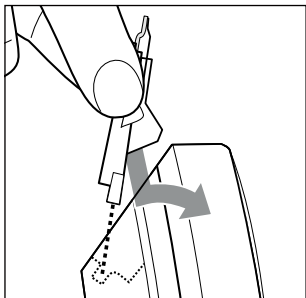

Fig. 10
- 6) Introduisez l'ergot de la tête de coupe ❶ sous le bord arrière du boîtier. Poussez la tête de coupe ❶ vers le bas dans le support de l'ergot puis en avant jusqu'à ce qu'elle s'enclenche audiblement dans l'appareil (voir fig. 10).